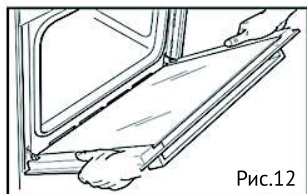

Рис.12
- Полностью откройте дверцу духовки (рис. 12)
- Удерживайте дверцу под углом (рис. 12.)